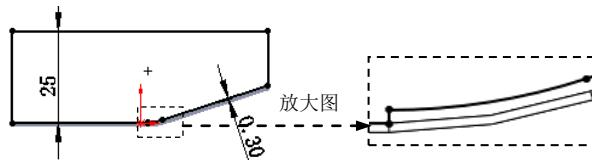

图 9.14 边线—法兰 1 草图
(3) 定义法兰参数。
- ① 定义法兰角度值。在 **角度(A)** 区域的 文本框中输入角度值 90.0。
- ② 定义长度类型和长度值。在 **法兰长度(L)** 区域的 下拉列表中选择 **给定深度(D)** 选项，在 文本框中输入深度值 1.0。
- ③ 定义法兰位置。在 **法兰位置(N)** 区域中，单击“材料在内”按钮 .
- (4) 单击 按钮，完成边线—法兰 1 的初步创建。
- (5) 编辑边线—法兰 1 的草图。在设计树的 **边线—法兰1** 上右击，在系统弹出的快捷菜单中单击 命令，系统进入草图环境。绘制图 9.14 所示的草图。退出草图环境，此时系统完成边线—法兰 1 的创建。